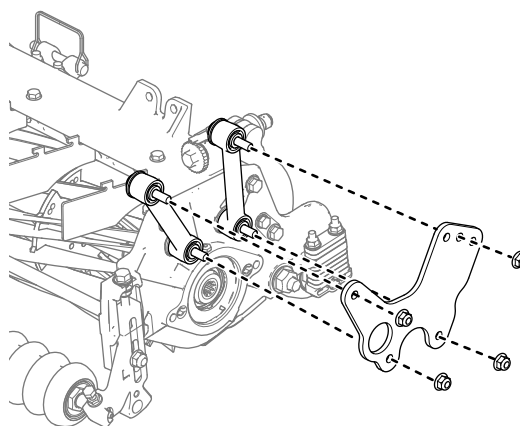

Figura 22
2. Introduceți placa fixă la nivelul uruburilor i fixați-o cu piuliile îndepărtate anterior. (Figura 22).